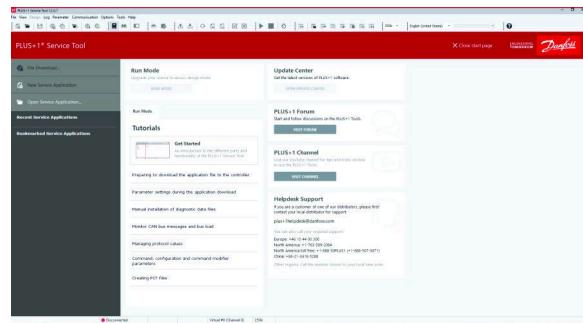

**Bild 143**
4. Klicken Sie in der Windows-Taskleiste auf das SUCHEN-Symbol (Bild 143).
5. Geben Sie in das SUCHFELD .P1D ein und drücken Sie die Eingabetaste (Bild 143).
6. Klicken Sie auf das Symbol PVED-CLS\_2.00\_rev\_D.P1D (Bild 143).